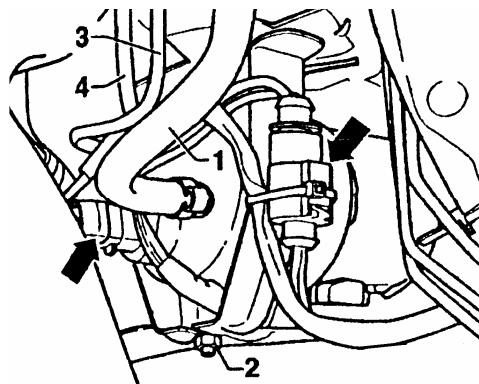

图 13-21 拆卸制动管
(7) 如图 13-21 所示，松开并取下软管，拧下制动管。用修理包 1H0698 311A 中的堵塞封住制动管和螺纹孔。
(8) 从支架上松开制动管，拧下六角螺母（图 13-21）。
(9) 拧下 3 个支架紧固六角螺栓，将支架连同液压单元和液压泵向上抬约 30mm，从发动机舱中取出。